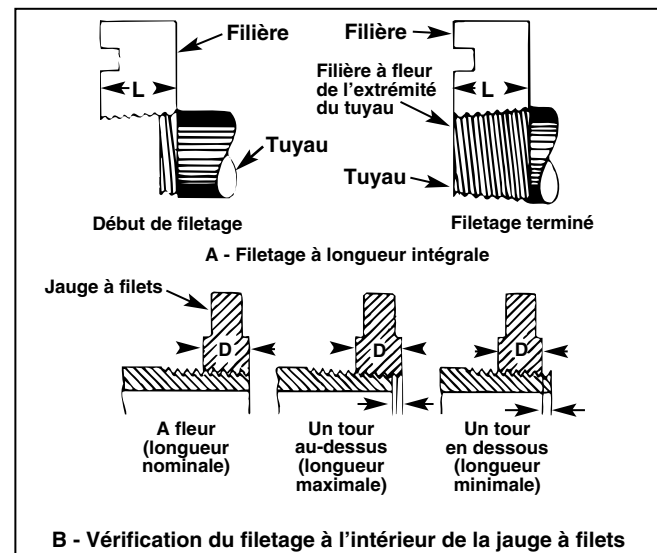

Figure 14 – Vérification de la longueur
- Vérifiez la longueur et la profondeur du filetage (Figure 14).